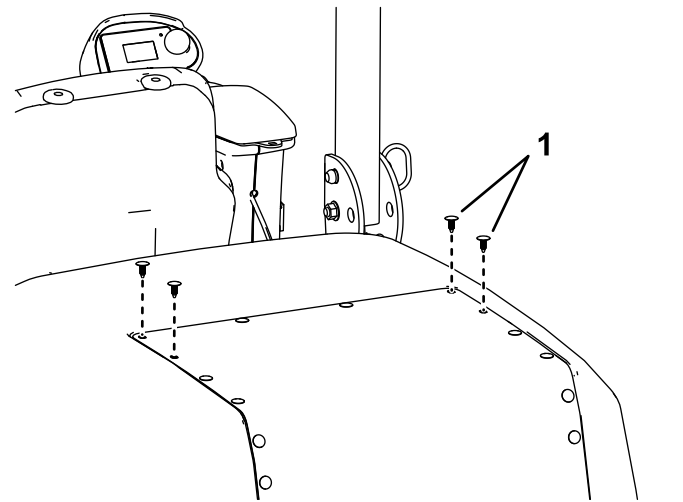

Figura 1
1. Rimuovete 4 rivetti in plastica dal cofano come mostrato nella Figura 1.